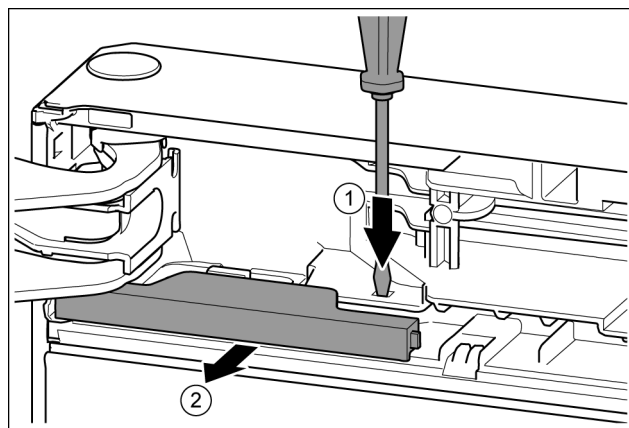

Fig. 11
- Plochým šroubovákem lamelu přitlačte. Fig. 11 (1)
- Kryt vytáhněte ze zarážky. Fig. 11 (2)